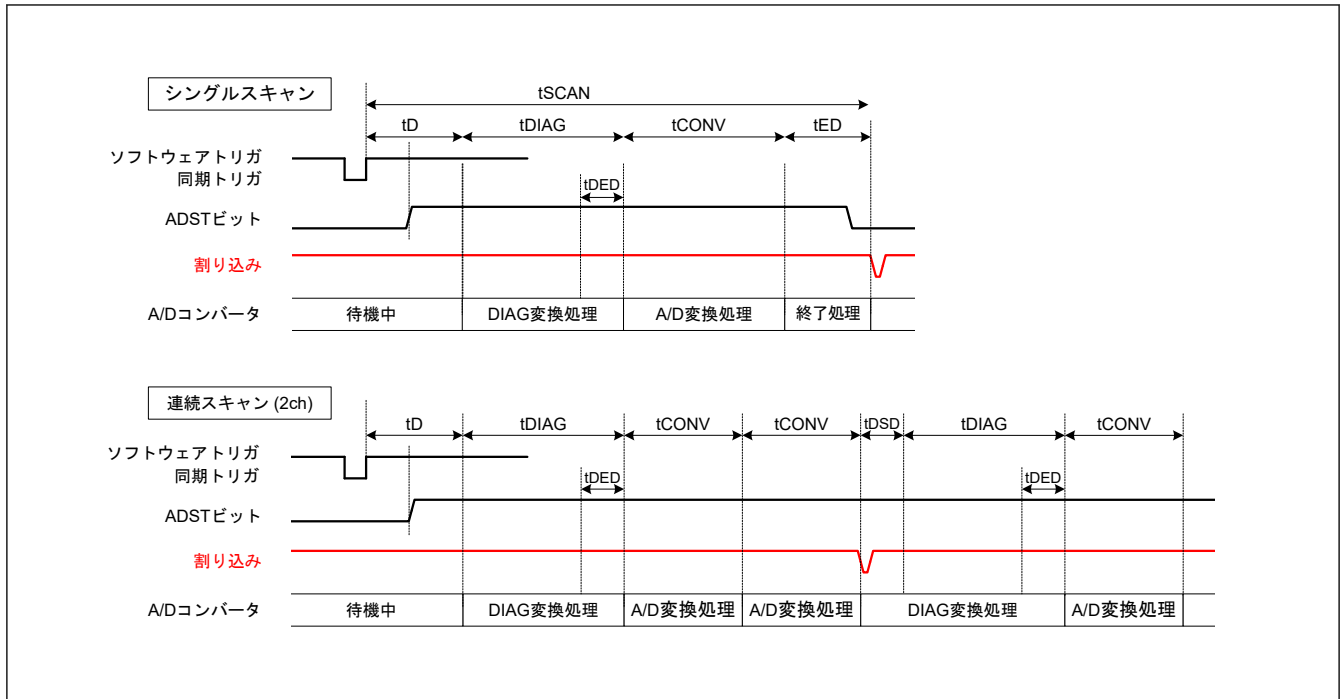
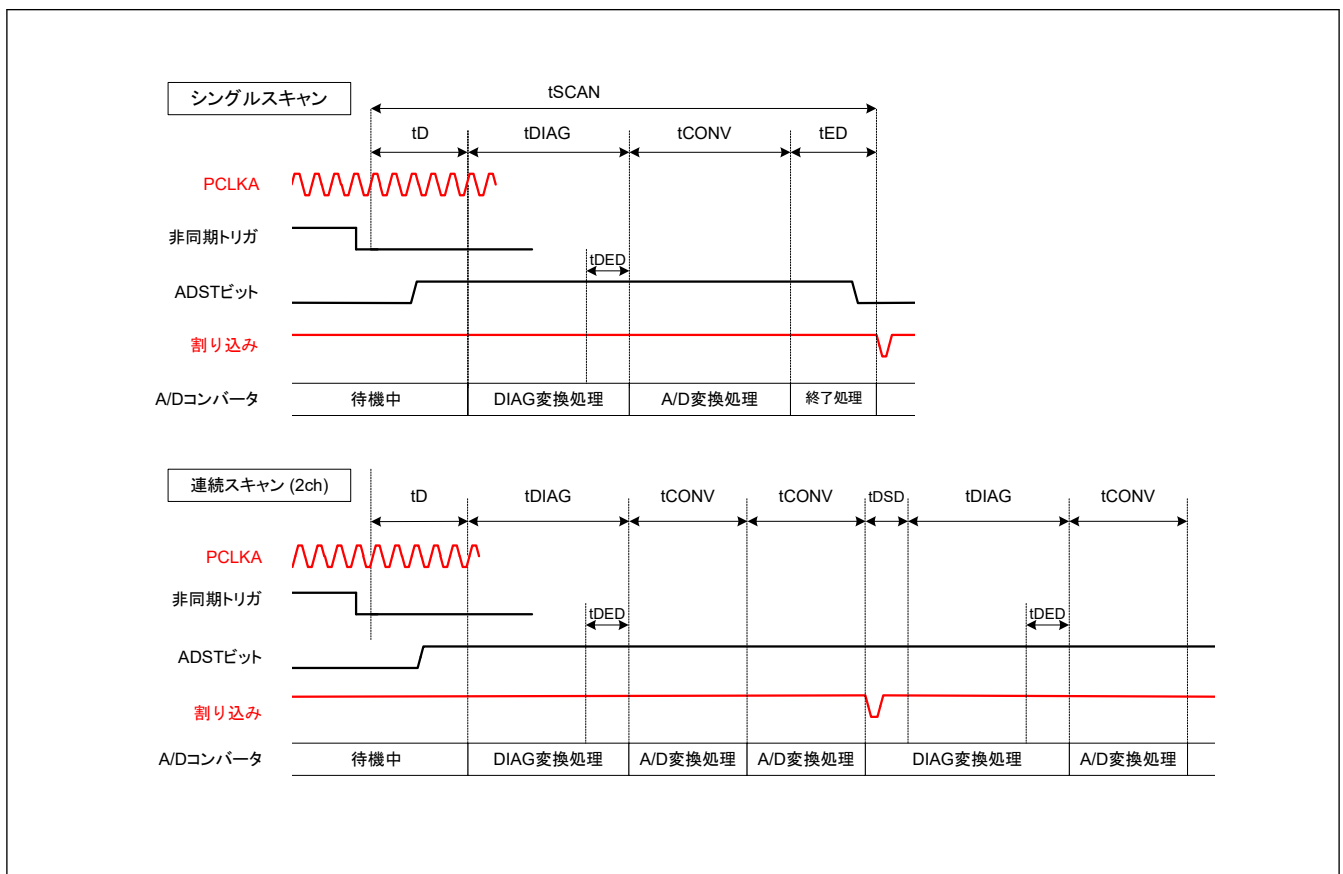

図 40.35 スキャン変換のタイミング (ソフトウェア起動または同期トリガ入力 (GPT, ELC) 起動の場合)
図 40.36 スキャン変換のタイミング (非同期トリガ入力 (ADTRGn (n = 0, 1)) 起動の場合)
図 40.35 に、ソフトウェアトリガまたは同期トリガ (GPT, ELC) 起動によりスキャン変換を行う場合のタイミングを示します。また、図 40.36 に、非同期トリガ (ADTRGn (n = 0, 1)) 起動によるスキャン変換を行う場合のタイミングを示します。スキャン変換時間 (t_{SCAN}) には、スキャン変換開始遅延時間 (t_D)、チャンネル専用サンプル&ホールド回路処理時間 (t_{SPLSH})^(注1)、断線検出アシスト処理時間 (t_{DIS})^(注2)、自己診断 A/D 変換処理時間 (t_{DIAG} および t_{DSD})^(注3)、A/D 変換処理時間 (t_{CONV} および t_{DSD})、チャンネル専用サンプル&ホールド回路終了時間 (t_{SHED})^(注4)、およびスキャン終了遅延時間 (t_{ED}) が含まれます。
- 注 1. t_D, t_{SPLSH}, t_{DIAG}, t_{CONV}, t_{ED} の各タイミングについては、図 40.35 および 図 40.36 を参照してください。